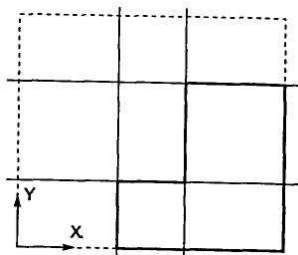

Рис. 107
13. Постройте эскиз вырезов, показанный на рис. 107.
4. Вырез в детали по эскизу рис. 107.